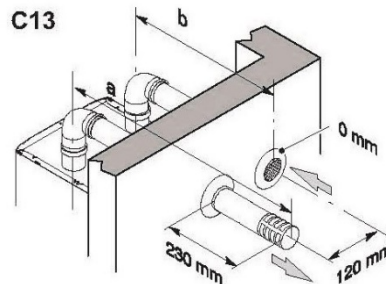

Рисунок 5.3
**Комплект раздвоенных воздуховодных и дымоотводных трубопроводов  $\varnothing$  80 мм (Рисунок 5.2 - Рисунок 5.3) - (Рисунок 5.4)**